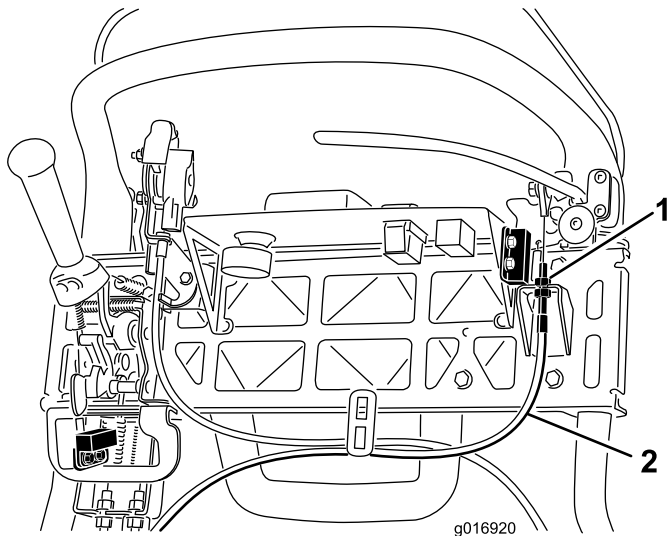

Figura 40
3. Para aumentar la tensión del cable, afloje la contratuerca superior del cable y apriete la contratuerca inferior (Figura 40) hasta que se requiera una fuerza de 156 N aplicada a la palanca de freno para quitar el seguro del freno de estacionamiento.